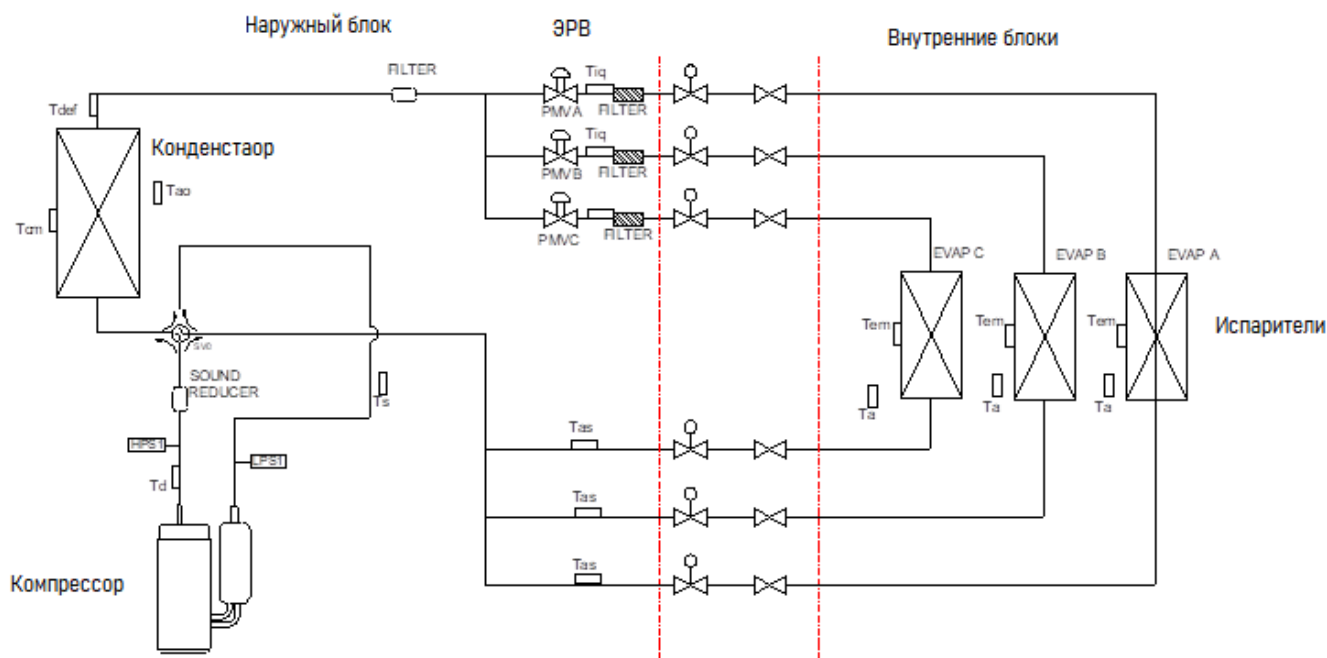

Рисунок 2- Фреоновая схема мульти плит-системы в режиме охлаждения
- **Принцип работы (см. схему рис.2)**
ЭРВ для каждого внутреннего блока расположены в наружном блоке (см. схему рис.2).